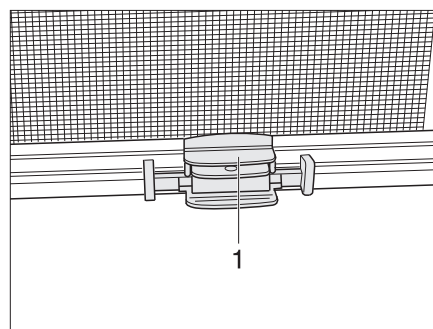

Fig. 41 Store
- Saisir la barre de fermeture (Fig. 41,1) de la moustiquaire par le centre et l'amener à la barre de fermeture du store occultant.
- Maintenir la barre de fermeture (Fig. 41,1) de la moustiquaire et actionner le cliquet d'encliquetage.